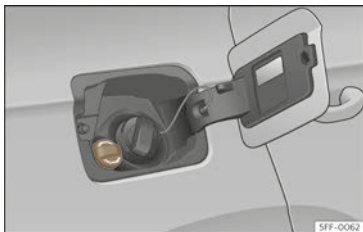

Abb. 220 Verschlussdeckel des AdBlue®-Tanks.
- Öffnen Sie die Tankklappe >>> (Abb. 220).
- Verschlussdeckel des SCR-Einfüllstutzens nach links drehen >>> (Abb. 220).